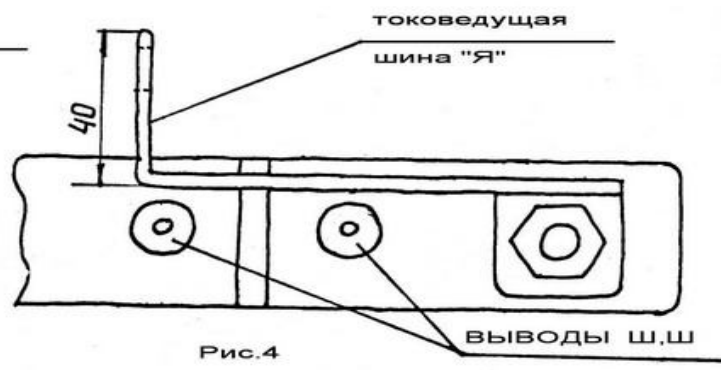

Рис.4
4. Не разбирая, произвести загиб токоведущей шины "Я" согласно рис. 4.